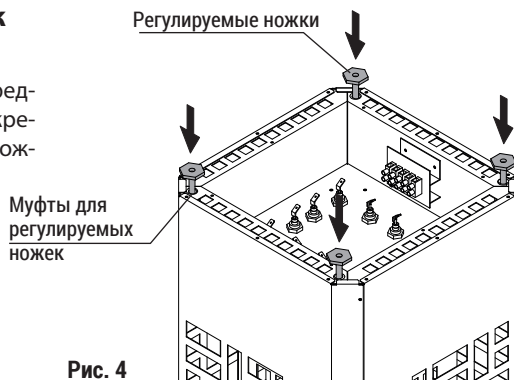

Рис. 4
- Вкрутите 5 регулируемых ножек в предусмотренные резьбовые втулки и закрепите их контргайками. Регулируемые ножки. (рис. 4)